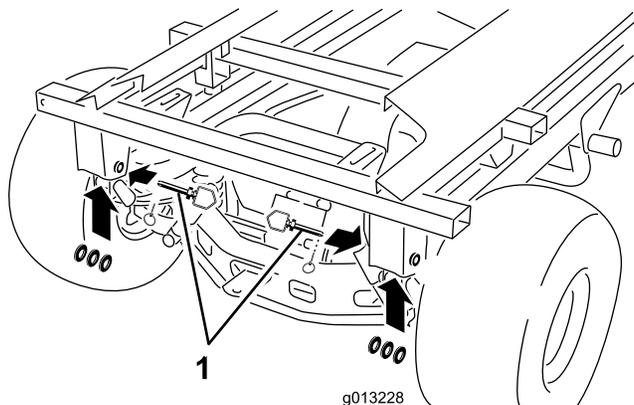

Bild 53
10. Entfernen Sie die hinteren Klappstecker, Anbauvorrichtungsstifte und Scheiben (**Bild 53**).